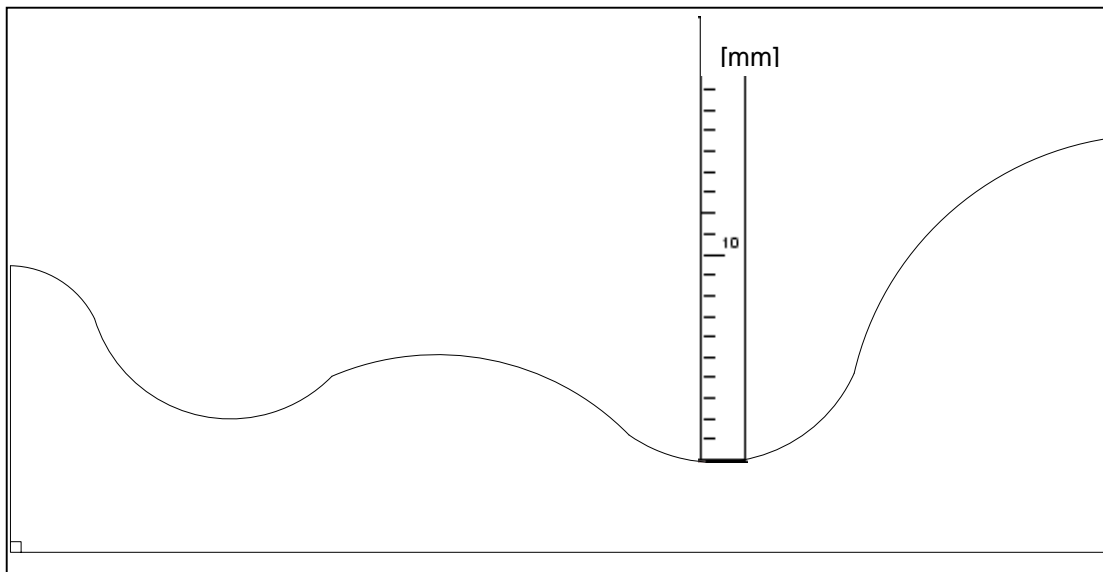

Bild 1: Querprofil des untersuchten Straßenabschnittes
- Spurrinntiefe und fiktive Wassertiefe aus Bild 1 ablesen